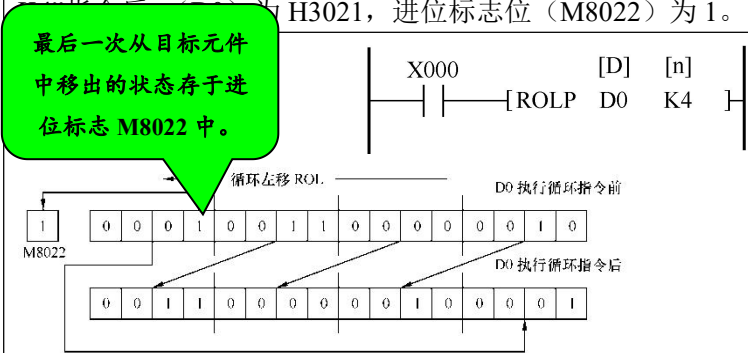

图 2 左移指令 ROL 的使用
(2) 循环移位是周而复始的移位。图 2 中, D 为要移位的目标操作数, n 为移动的位数。ROR 和 ROL 指令的功能是将 D 中的二进制数向右或向左移动 n 位。移出的最后一位状态存在进位标志位 M8022 中。
(3) 若在目标元件中指定元件组的组数时, 只能用 K4 (16 位指令) 或 K8 (32 位指令) 表示, 如 K4M0 或 K8M0。
(4) 在指令的连续执行方式中, 每一个扫描周期都会移位一次。在实际控制中, 常采用脉冲执行方式。